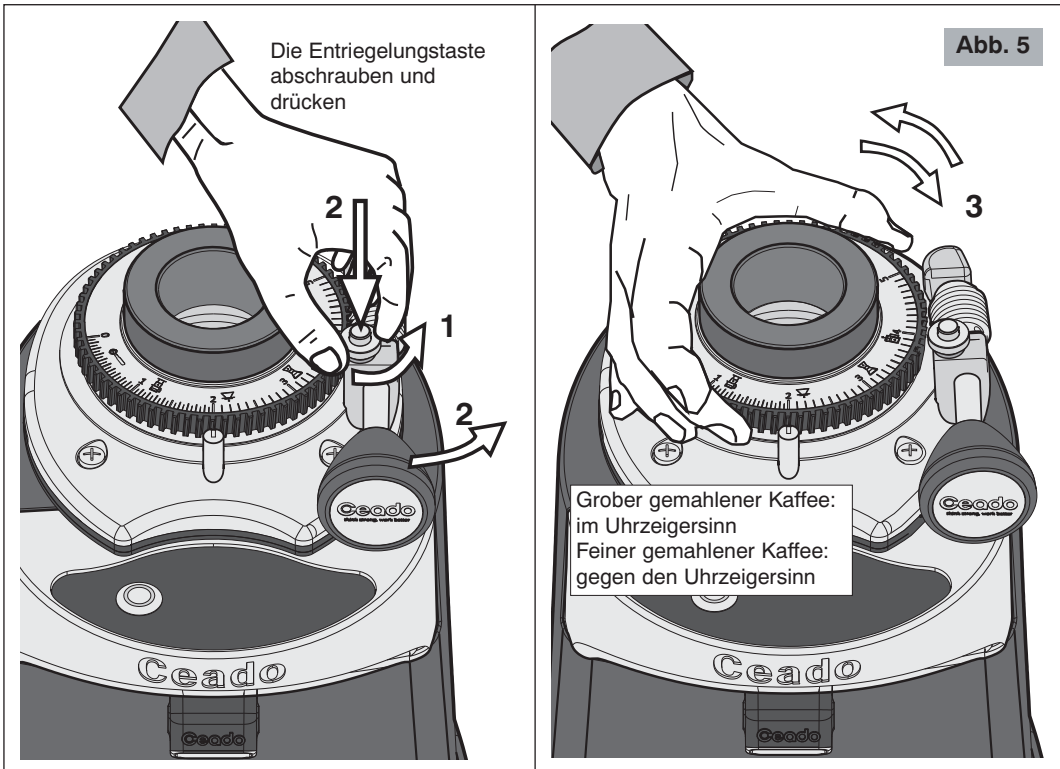

Abb. 5
- Es ist möglich, die Einstellvorgänge zu beschleunigen, indem der Zahnring (4 Abb. 1) direkt gedreht wird (siehe Abb. 5 - 1, 2, 3) nachdem er zuvor durch Abschrauben und Drücken der Entriegelungstaste (5 Abb. 1) entriegelt und der Einstellblock weggeschoben wurde.